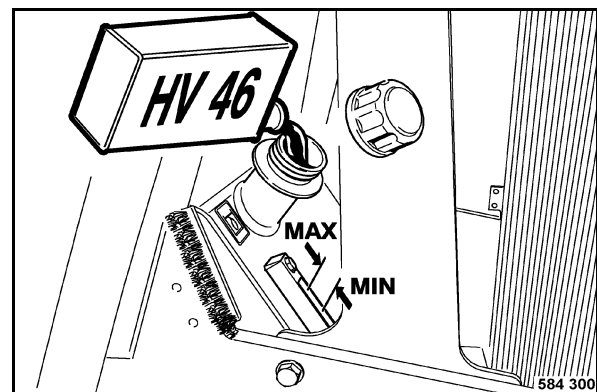

fig. 174
- Retirer le bouchon de remplissage (fig. 174).